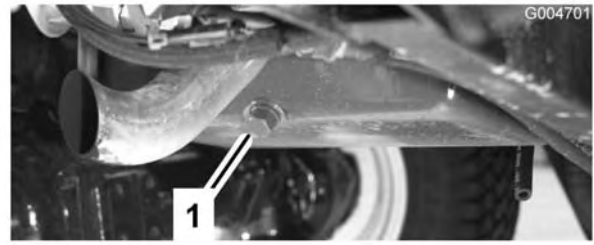

Figura 48
1. Retire cualquier de los tapones de vaciado (Figura 48) y deje fluir el aceite a un recipiente apropiado. Cuando el aceite deje de fluir, coloque el tapón de vaciado.